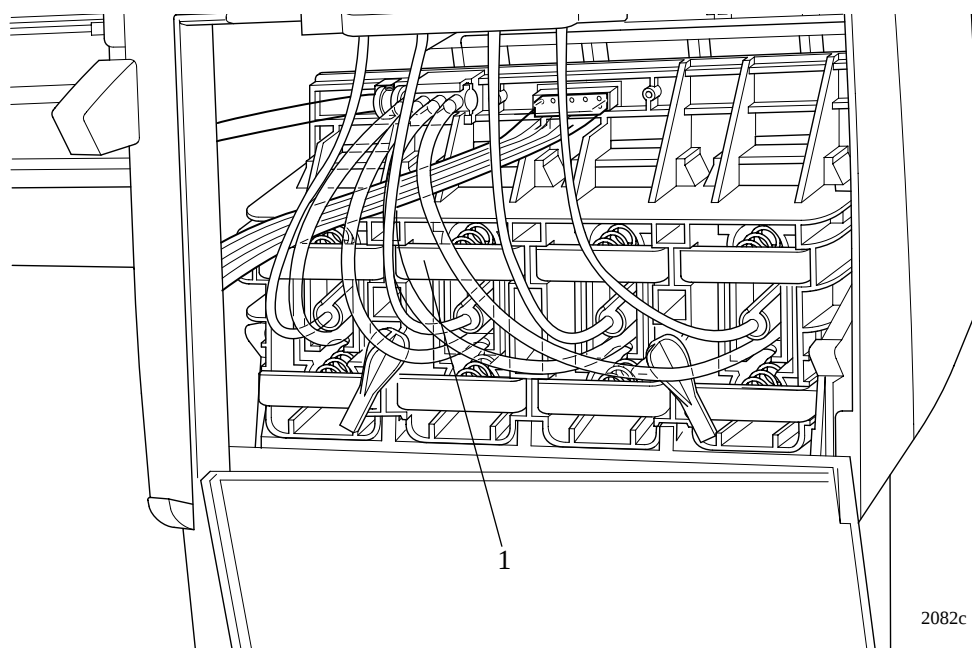

図 59 : インク カートリッジ チューブ コネクタ (引き出した状態)
- 10 インク カートリッジ チューブ コネクタ アセンブリ (部品1) を手前にスライドさせます (図59参照)。